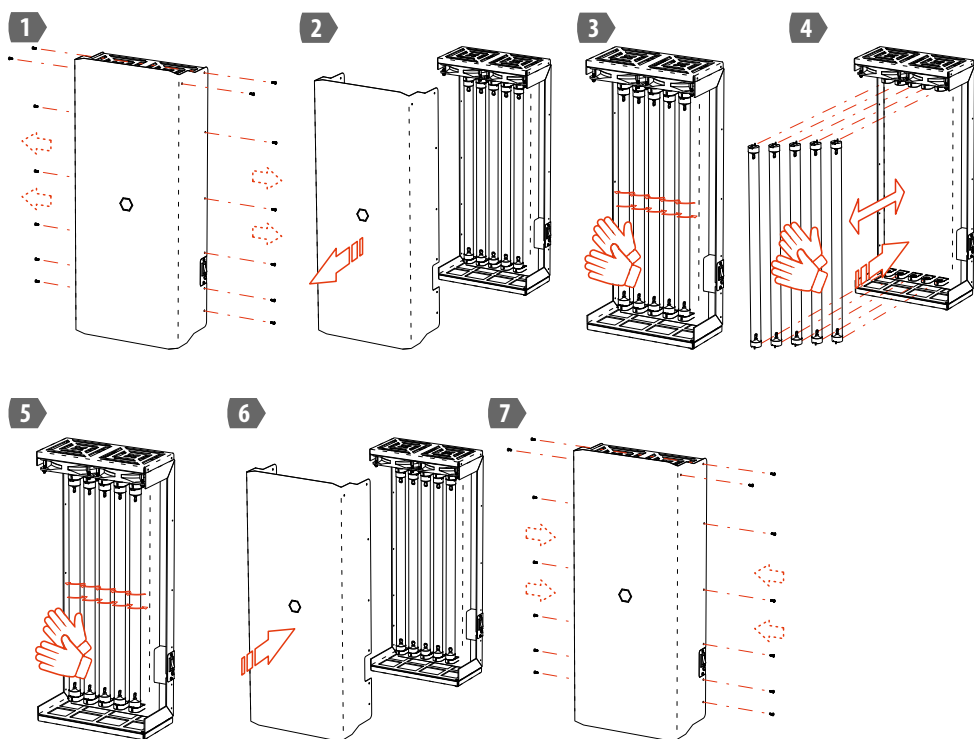

Рисунок 5. Операции при обслуживании и замене ламп в ОВУ-07
1. одна из УФ-ламп неисправна	Замените УФ-лампу (см. рис. 5) (для проверки допускается установка люминесцентной осветительной лампы с аналогичными цоколем и мощностью)